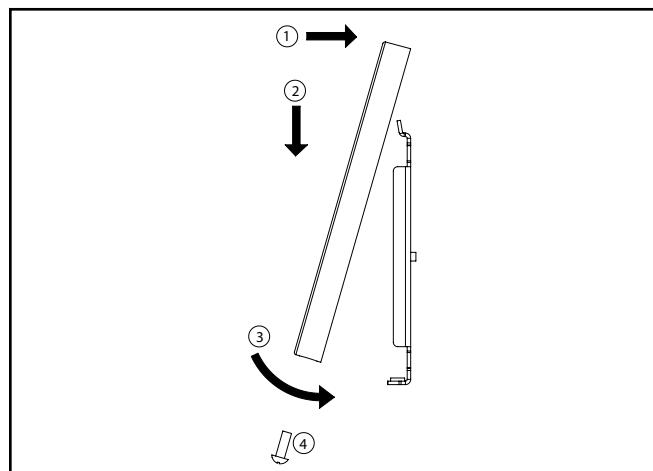

Figura 5.
- Monte la cubierta de resguardo en el soporte de la caja de conexiones. Incline dicha cubierta de resguardo y coloque el bolsillo en la parte superior de ella sobre la brida superior del soporte de la caja de conexiones. Deslice la cubierta de resguardo para que haya un encaje total entre esta y el soporte, luego inclínela hacia la superficie de montaje. Fije la unidad con el tornillo de fijación. Proceda con las instrucciones de acabado. (Ver Figura 5)